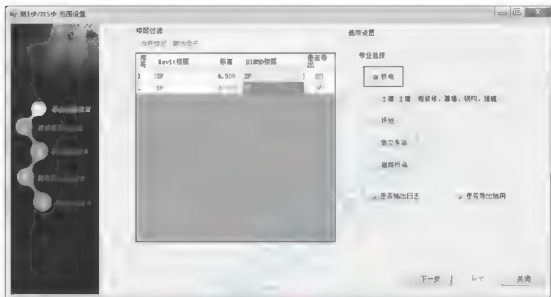

图 5.2 范围设置
(1) 范围设置：首先进行楼层过滤，在“是否导出”列选择需要导出的楼层，其次在“专业选择”选项区域选择“机电专业”单选按钮，最后单击“下一步”按钮（图 5.2）。